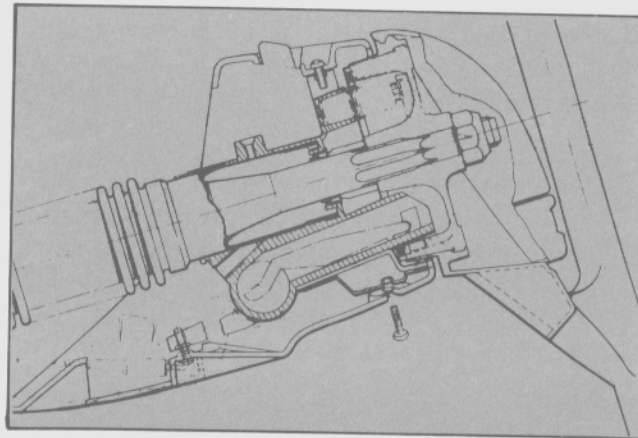

Fig. 29 - Conjunto de columna de dirección
- Instalar la tuerca de retención y ajustarla al valor especificado (Fig. 29).